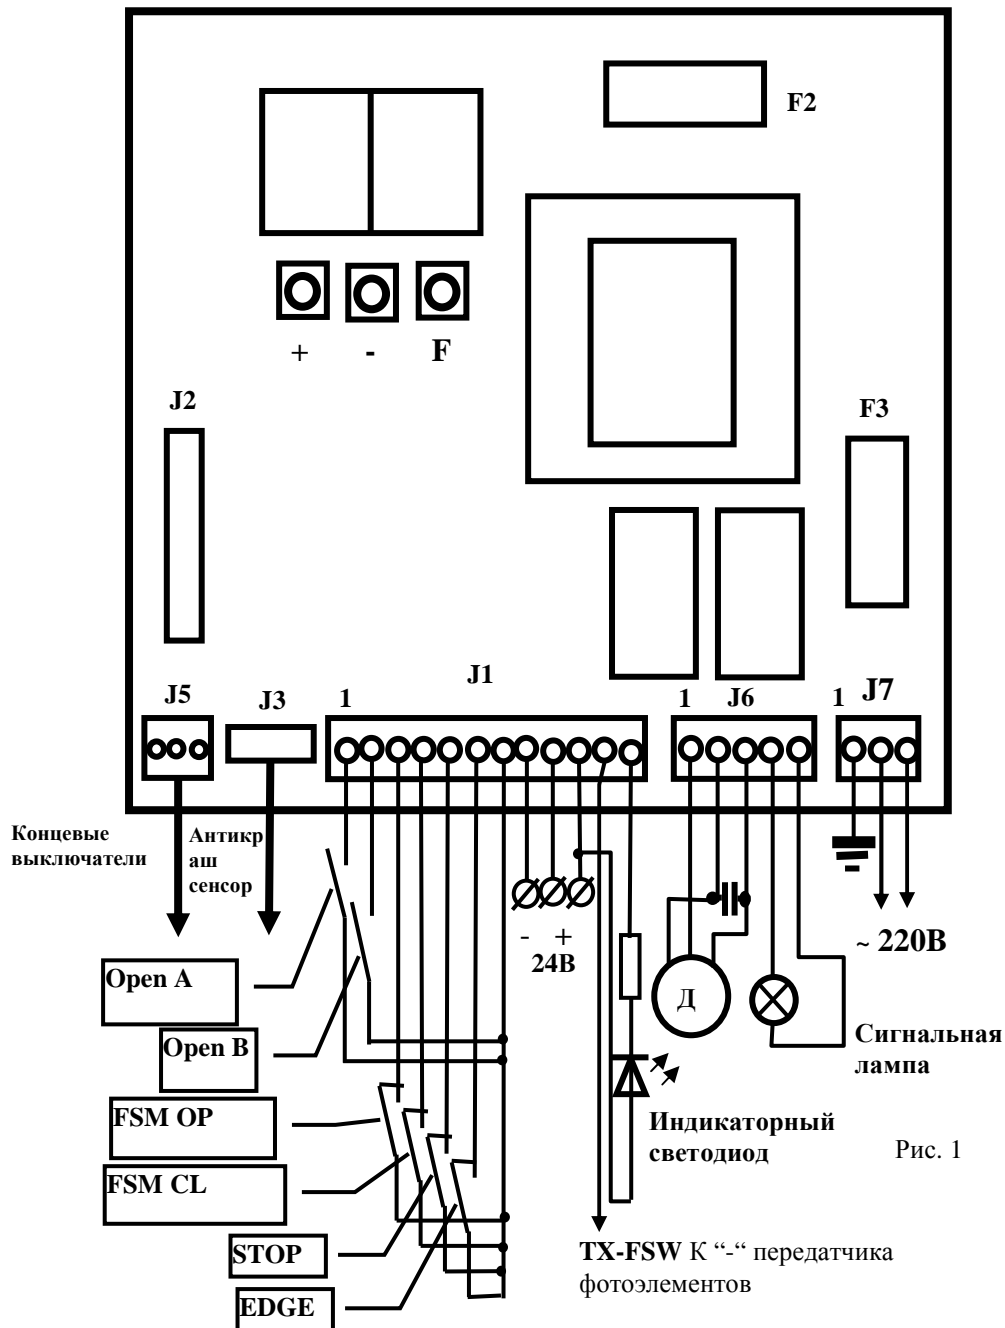

Рис. 1
- Выполните все электрические соединения в соответствии с рис.1, 2, 3, установите приемную плату радиоканала при ее наличии;